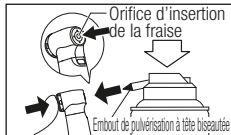

Fig. 16
- 2) Agitez le contenant trois ou quatre fois, puis appuyez doucement sur le bouton-poussoir pour pulvériser directement dans l'orifice d'insertion de la fraise (Fig. 16).